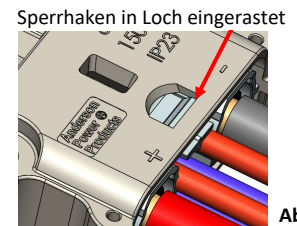

Abbildung 8
- Von der Rückseite des Halters drücken, bis der Sperrhaken des Halters in die rechteckige/gewölbte Öffnung (Abbildung 8) einrastet